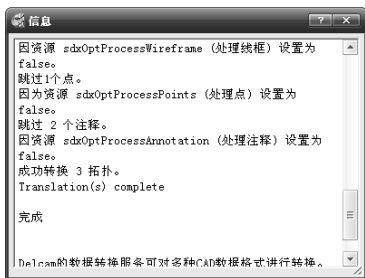
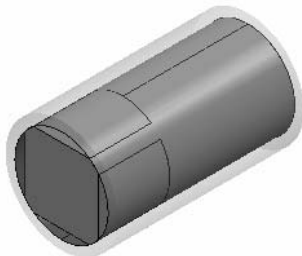

图 4-76 “信息”对话框
图 4-77 加载的毛坯
3) 系统进行转换加载, 完成后弹出“信息”对话框, 如图 4-76 所示。然后单击“接受”按钮, 图形区显示所创建的毛坯, 如图 4-77 所示。